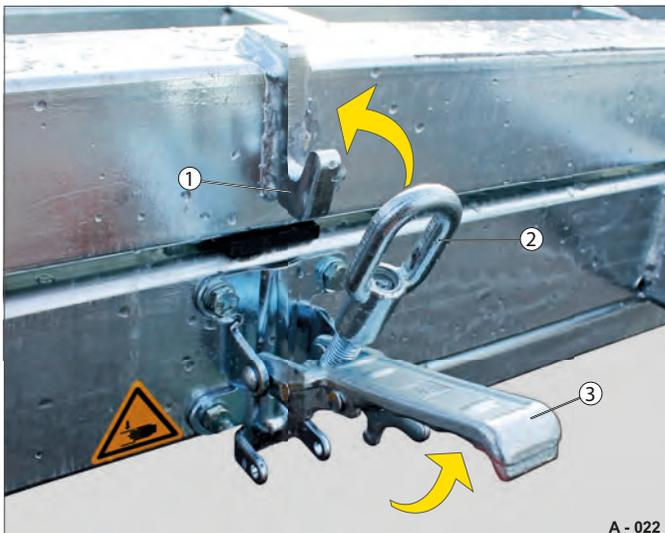

Fig. 13 Sauterelle verrouillée
- Relevez le levier de fermeture (Fig. 13 /3).
- Placez l'anneau (Fig. 13 /2) sur le crochet (Fig. 13 /1).